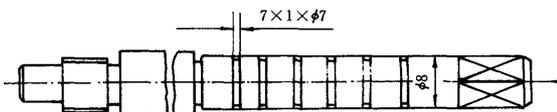

图 1
4.2.2 对于尺寸相同的重复要素,可仅在一个要素上注出其尺寸和数量(图 1)。